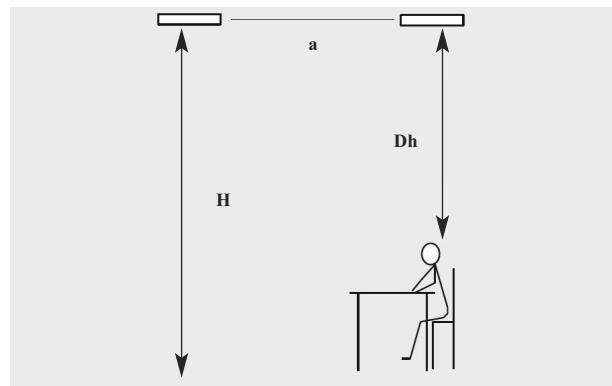

Fig. 1: Pozitionare verticala.
La instalarea panourilor distanța dintre unități ar trebui să nu fie mai mare decât înaltimea dintre unitate și podea, adică (a) ar trebui să fie mai mică dacă (H), vezi Fig.1. În camere folosite rar aceasta distanță poate fi mai mare. În camere folosite des distanța dintre panou și o persoană care sta la birou ar trebui să fie cel puțin 1,5 - 2 metri ( $\Delta h$ ). Când aceste două condiții sunt îndeplinite diferența de temperatură de operare nu va depăși nivelul de confort  $\Delta top = 5^\circ C$ . Asta înseamnă că diferența dintre temperatura reală și temperatura resimțită de către o persoană nu va fi mai mare de  $5^\circ C$ .